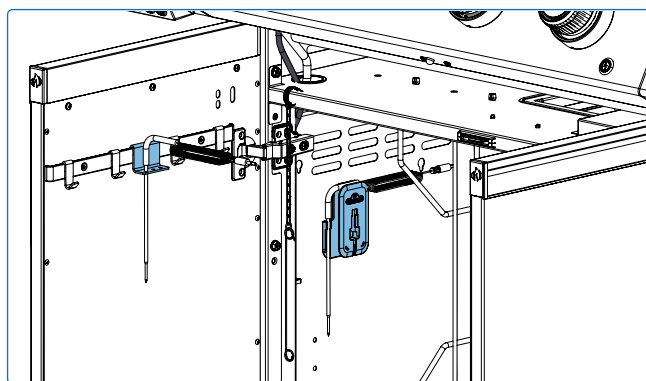

Fig. 10
- Riporre i componenti dello spiedo sugli appositi ganci all'interno dell'armadietto del carrello e l'asta dello spiedo sul retro del barbecue quando non sono in uso. Questo li mantiene sicuri, protetti dagli agenti atmosferici e facilmente accessibili per la prossima cottura. Assicurarsi sempre che le parti siano pulite e asciutte prima di riporle per evitare la corrosione (**Fig. 10&11**).